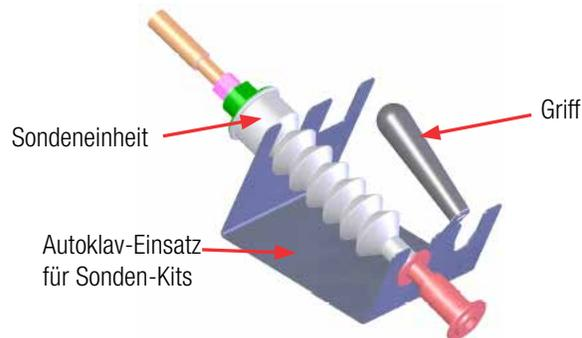

Abbildung 5.45. Kleenpak Sondeneinheit im Autoklav-Einsatz.
7. Platzieren Sie die Sondeneinheit mit der Sonde im Autoklav-Einsatz für Sonden-Kits (Abbildung 5.45). **Hinweis:** Abbildung 5.45 zeigt den Autoklav-Einsatz bei der Verwendung für